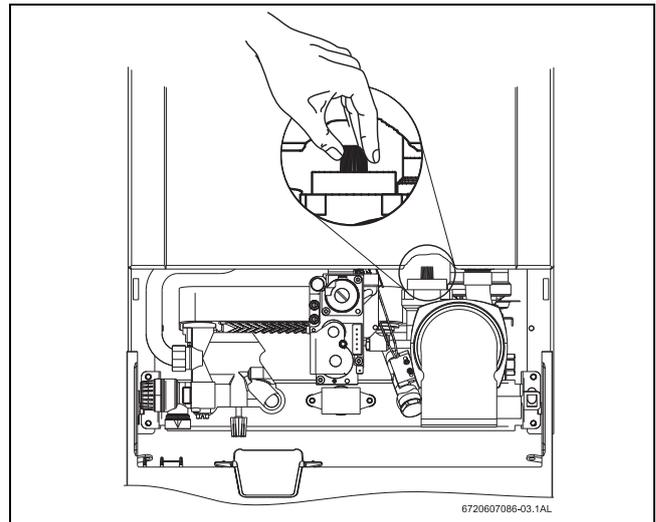

Fig. 12 Ouvrir la valve de purge
- ▶ Remplir l'installation à l'aide du robinet de remplissage (38).
- ▶ Pour purger l'appareil en utilisant le purgeur automatique, ouvrir le couvercle de la valve de purge (voir Fig. 12).